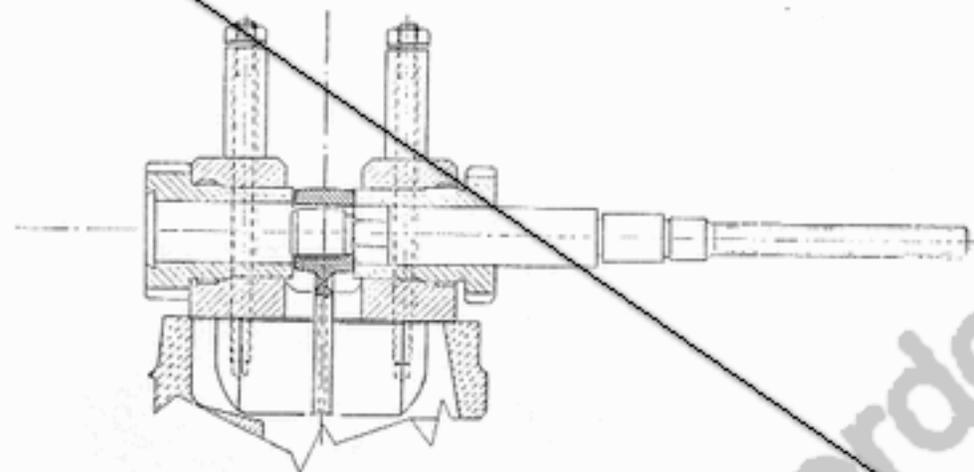

Fig. 40
Per il rimontaggio della bronzina con  $\varnothing 16$ , è necessario lasciare l'attrezzo bloccato nella posizione ottenuta nello smontaggio; per il rimontaggio della bronzina con  $\varnothing 14$ , centrare l'attrezzo con il perno (1) inserito nell'occhio di biella come visibile nella fig. 40.
- Montare la bronzina sul perno (1), orientando il taglio ed i fori in maniera che, ad operazione ultimata, coincidano con quelli della biella.
- Montare il perno (1) nel corpo (4) ed avvitare il dado (2) sino alla introduzione completa della bronzina.